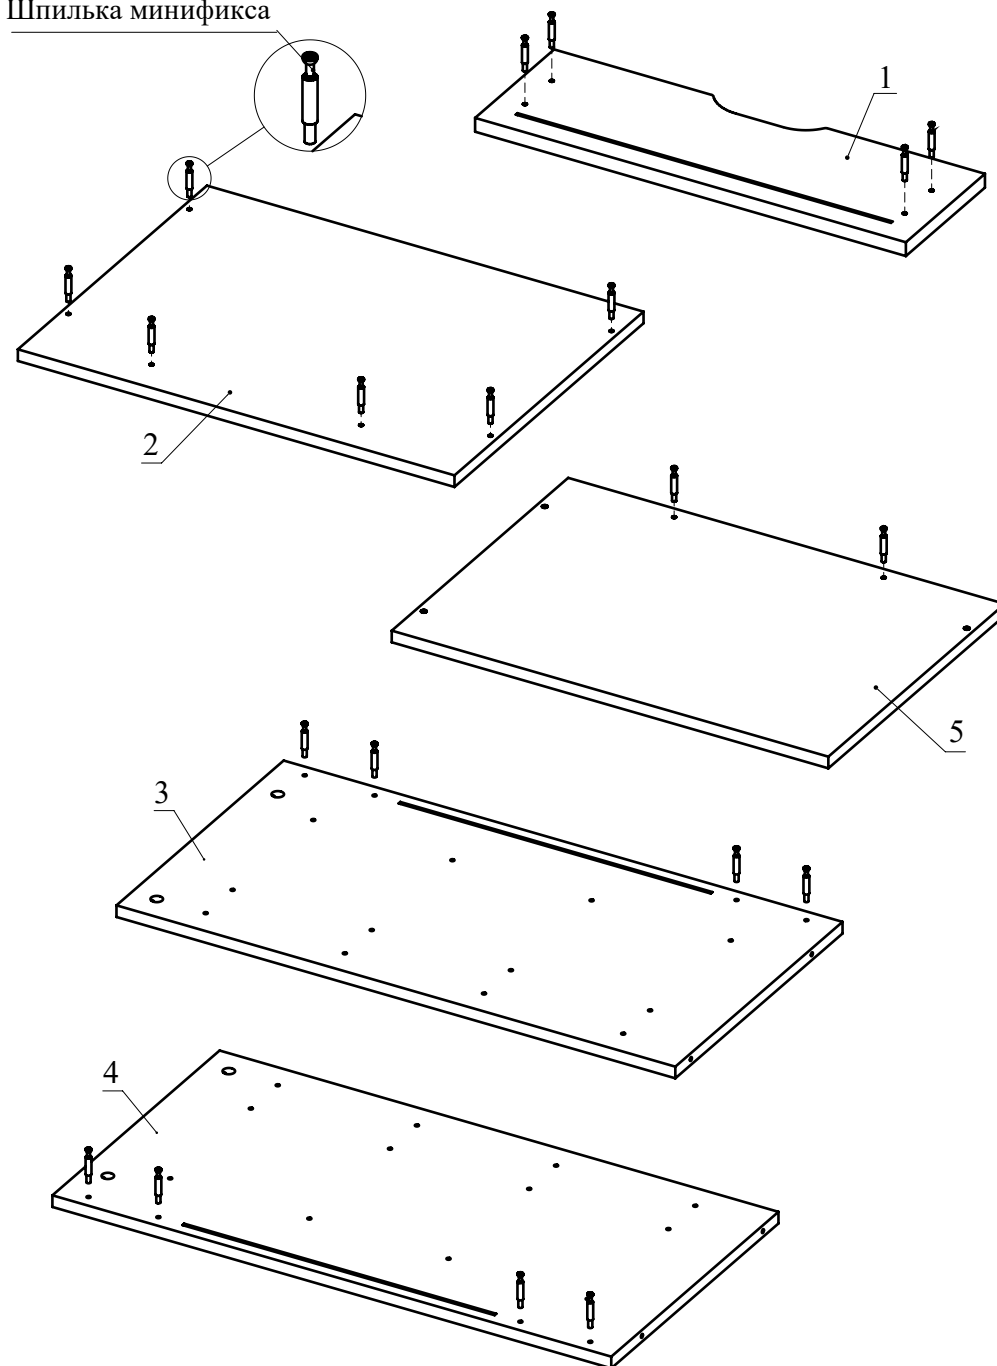

Рис.1
1. Вкрутите шпильки минификсов в детали 1, 2, 3, 4, 5 (Рис. 1).